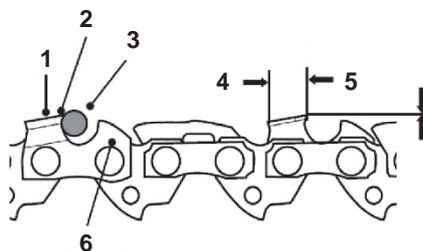

Fig. 28c
- Pour vérifier la hauteur des jauges de profondeur, utiliser un instrument de mesure prévu à cet effet. Tous les bons commerçants en vendent (voir Fig. 28c).